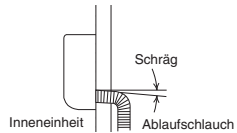

Abb. 3-105
- a) Der Ablaufschlauch soll ein Gefälle nach außen aufweisen. (Abb. 3-105)